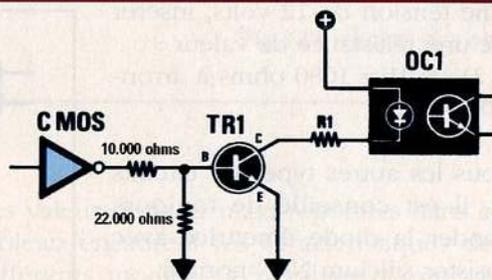

Fig.8 Pour la polarisation de la base, utiliser les valeurs indiquées et calculer la valeur de R1.
- Raccorder la diode émettrice sur le collecteur du transistor et piloter la base avec un pont diviseur composé d'une résistance de 10 Kohms et d'une résistance de 22 Kohms (voir fig.8). La valeur de la résistance à placer en série avec l'optocoupleur sera calculée comme indiqué précédemment, soit en fonction de la tension d'alimentation.